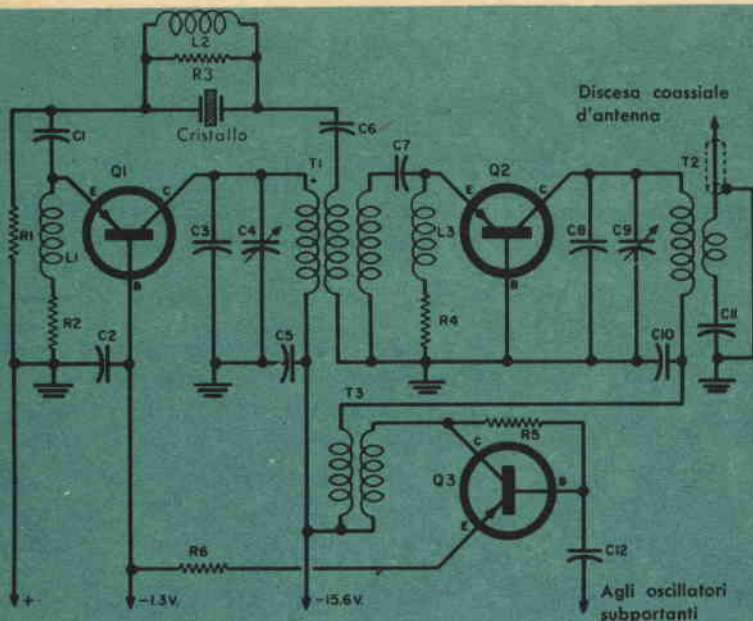

Fig. 1 - Il trasmettitore da 60 mW usato nell'Explorer I. Vengono impiegati transistori speciali per alte frequenze.
Trovare il fusibile. — Accendendo un ricevitore di tipo vecchio ascoltate il ronzio del vibratore. Se non si sente ronzio: 1) il fusibile è interrotto; 2) il vibratore non si avvia; 3) l'interruttore è guasto. Controllate prima il fusibile; nella maggioranza delle automobili il fusibile si trova sotto il cruscotto e nel filo di tensione che arriva all'apparecchio. Trovato il fusibile, controllate che non sia interrotto (*fig. 1 A*); attenzione ai fusibili interrotti perchè consumati (*fig. 1 B*).
Fig. 1 - Due tipi di guasti ai fusibili. La fusione (A) indica generalmente corrente eccessiva dovuta a cortocircuito momentaneo o permanente nel ricevitore. La rottura (B) indica solo che il fusibile deve essere sostituito.
Probabilmente l'oggetto di maggiore interesse è il radiotrasmittitore. In *fig. 1* è riportato lo schema del trasmettitore « di alta potenza » da 60 mW dell'Explorer I. Vengono usati transistori speciali per alta frequenza, non in vendita al pubblico; Q1, Q2 e Q3 sono transistori p-n p a base diffusa al germanio; Q1 e